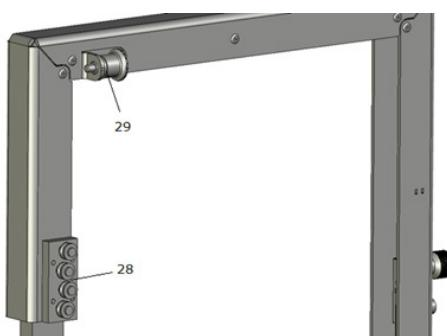

Fig. 13
Il tagliabordi (16) viene montato sul lato destro della piastra di base destra (2, fig. 1), con i rulli della slitta (28, fig. 13) dall'alto della rotaia di guida (17) prevista a tale scopo. Assicurarsi che la slitta non si inclini e che i rulli vengano inseriti diritti.
Sbloccare il tagliabordi sul perno di arresto (29, fig. 13), quindi far scorrere il filo verso il basso nel punto contrassegnato fino all'arresto.